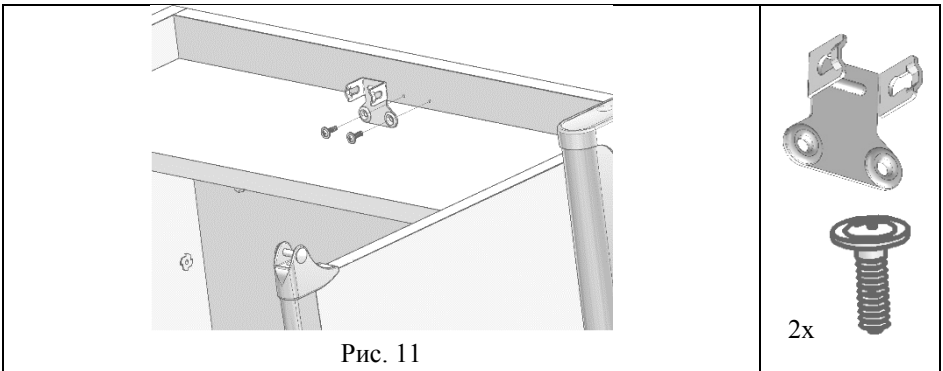

Рис. 11
5.4.1. К сборке по п.5.3.3 прикрутить кронштейн нижний (поз. 2, пакет №9а) при помощи саморезов с прессшайбой (поз. 2, пакет № 142), см. рис. 11.